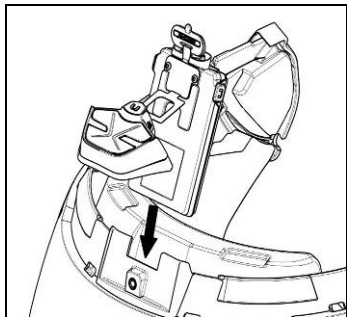

Fig. 6
- Sätt i systemet i det särskilda sätet bak på hjälmen och tryck ner till räfflingens botten (Fig. 6).